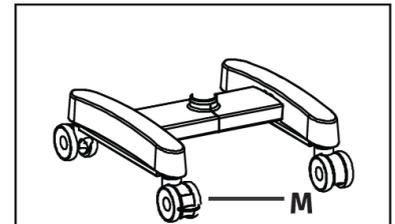

Abb. 47
Verhindert ungewollte Bewegungen des Ständers durch Drücken der beiden Bremsen an den Lenkrollen. Zum Entriegeln drücken Sie den oberen Teil der Bremse. Siehe (M) Abb. 47.